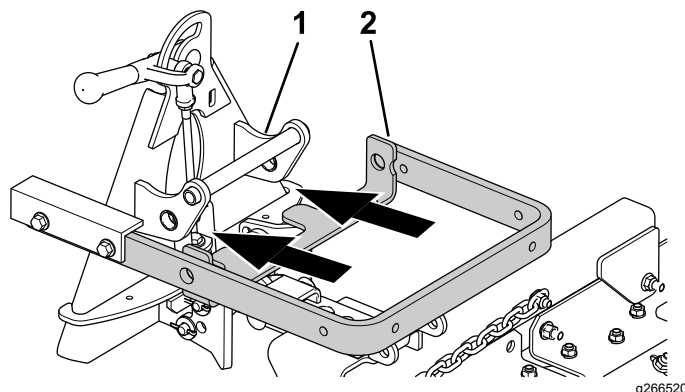
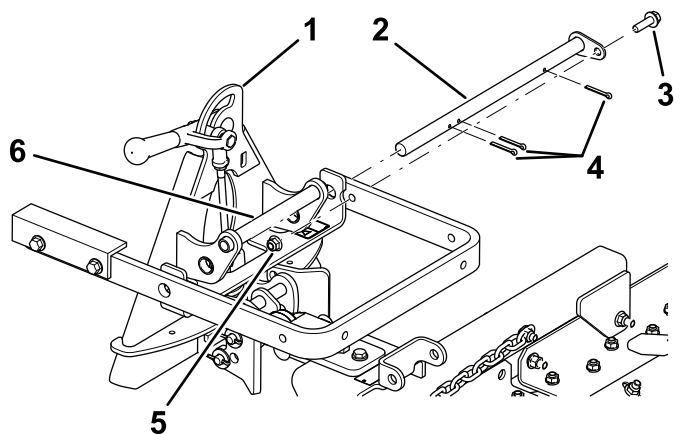

Figura 4
Figura 5
3. Allineate il braccio di sollevamento con la staffa sull'adattatore per accessori (Figura 4) e collegateli usando la barra articolata come illustrato in Figura 5.
Nota: Quando spostate l'adattatore per accessori, usate la maniglia sul retro dell'adattatore (Figura 4).
4. Fissate la barra orientabile (Figura 5) con 3 coppiglie e un bullone ($\frac{3}{8}$ " x $1\frac{1}{4}$ ") e un dado di bloccaggio ($\frac{3}{8}$ ").